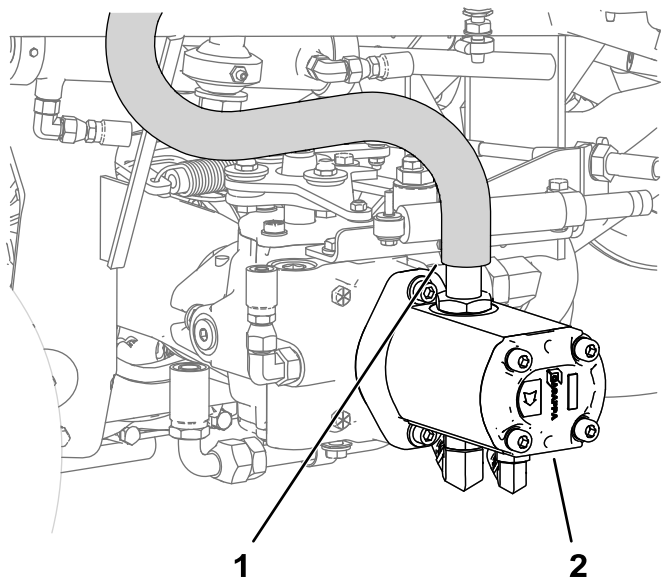

Figura 1
2. Clampate il flessibile all'entrata della pompa e rimuovete la fascetta stringitubo che lo fissa al gruppo pompa (Figura 1).